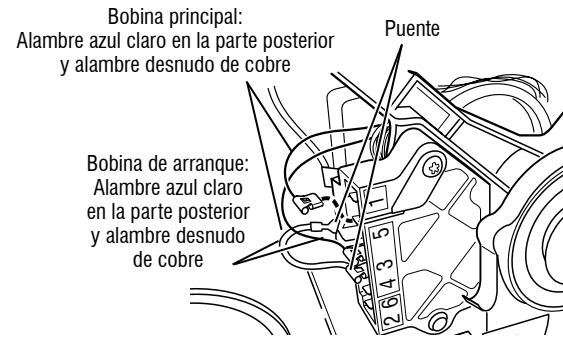

Figura 10: Puntos de medición de las bobinas principal y de arranque
- Retire el terminal del alambre desnudo de cobre de la patilla 5 del interruptor negro del motor de accionamiento. Consulte la Figura 10.
- Usando la figura 10 y el Circuito de extracción, verifique los valores de resistencia de las bobinas de arranque y principal del motor como se muestra en la siguiente tabla.
- Solo en la secadora a gas, verifique el interruptor de la correa desconectando el conector y midiendo la resistencia entre las patillas 1 y 3 del conector del interruptor de la correa, al tiempo que empuja hacia arriba la correa (consulte la Figura 10).